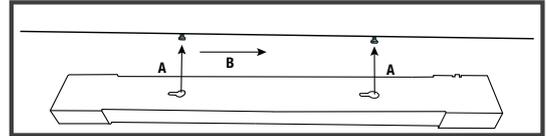

Figure 2
Étape 3 : Fixation du luminaire : Fixer le luminaire sur les vis en alignant les trous en forme de trous de serrure sous le luminaire et en les poussant sur les vis (Figure 2 A). Faire coulisser le luminaire sur la partie étroite des trous en forme de trou de serrure (Figure 2 B). Continuer à ajuster légèrement la profondeur des vis jusqu'à ce que le luminaire soit serré sur la surface de montage.